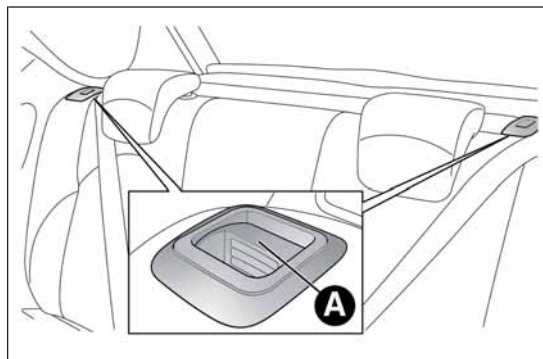

РИС. 67
- поднимите стопорные рычажки А РИС. 67 спинки и опрокиньте вперед нужную подушку (на поднятый рычажок А указывает красная полоса).
Поднимите сложенную ранее спинку, пока не услышите щелчок блокировки механизма сцепления, проверьте, чтобы красная полоса на рычажках А РИС. 67 исчезла. Наличие видимой красной полосы указывает на то, что механизм блокировки спинки сиденья не сработал.